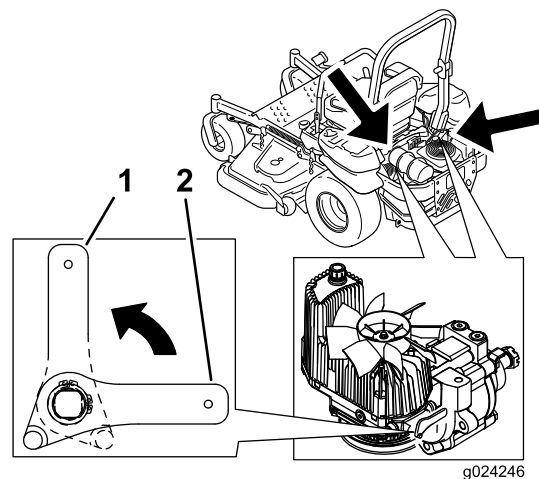

Figura 32
2. Ruotate verticalmente le leve delle valvole di rilascio per spingere la macchina (Figura 32).
4. Ruotate orizzontalmente le leve delle valvole di rilascio per guidare la macchina (Figura 32).